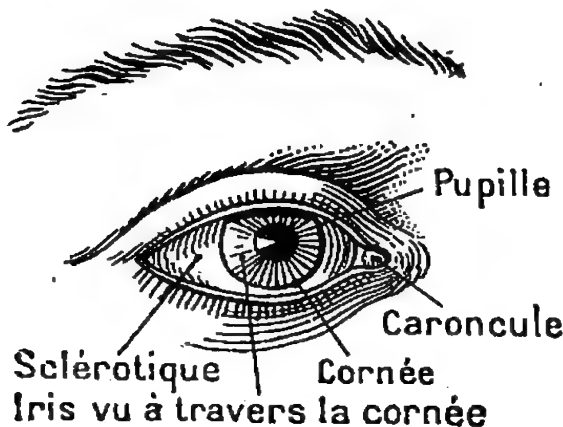

Fig. 157. — Œil, vu de face.
**6. L'œil est l'organe de la vue (fig. 157).** — C'est un globe formé